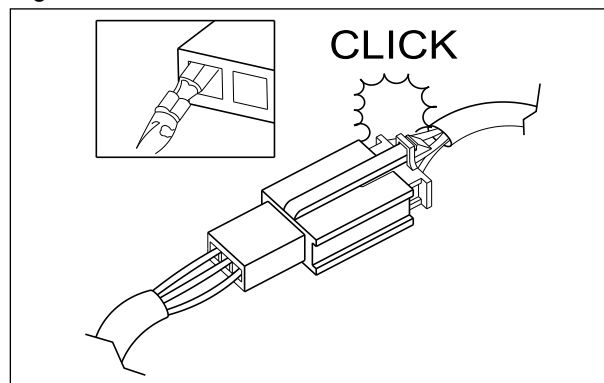

Fig. 5.2
- Com um conector tipo trava, certifique-se de liberar a trava antes de desconectá-lo e empurre-a totalmente até que trave com uma sensação de clique. (Fig. 5.2).